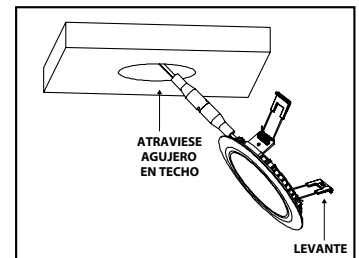

Figura 5
- Levante el sujetador de resorte en el montaje, atravesando el agujero en el techo y coloque la luz empotrada en el agujero; asegúrese de que los sujetadores de resorte se encuentren bien sujetos. (Figura 5)